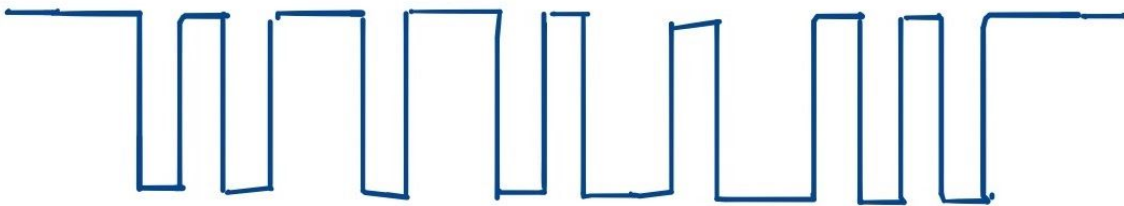

Figura 1. Sinal medido no pino 18 do PIC16F886
2. A forma de onda da Figura 1 foi medida com osciloscópio no pino 18 do PIC16F886. A quais caracteres ASCII corresponde ao sinal medido e quais os valores de tensão observados para os níveis lógicos HIGH e LOW?
3. Sabendo-se que a taxa de baud do sinal da Figura 1 é 9.600 baud, quanto tempo no total foi necessário para transmitir os caracteres observados? Explique.